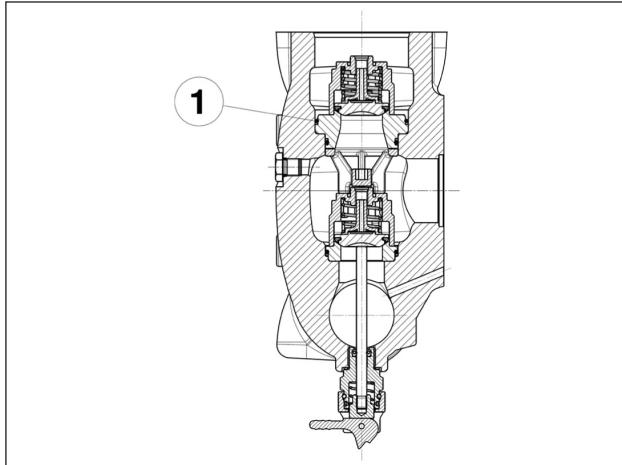

Fig. 128
**Prestare particolare attenzione all'inserimento dell'O-ring indicato in pos. ①, Fig. 128.